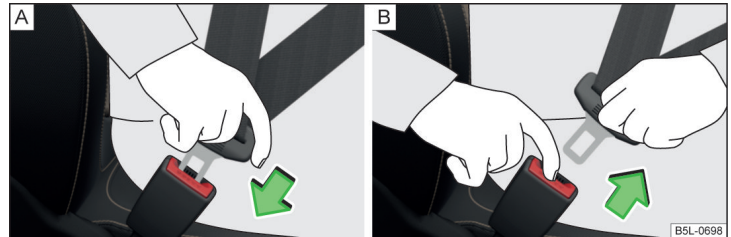

Abb. 19 Sicherheitsgurt anlegen/ablegen
- › Die Schlosszunge in das zum Sitz gehörende Gurtschloss » Abb. 19 - **A** stecken, bis diese hörbar einrastet.
- › Die Schlosszunge fassen und die rote Taste im Gurtschloss drücken » Abb. 19 - **B**, die Schlosszunge springt heraus.